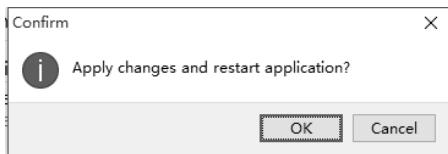

图 12-32 执行更新和重启应用
(4) 一般默认全部安装，单击右上角的“应用”按钮，执行安装，等待安装完成并重启软件，即可使用，如图 12-32 所示。